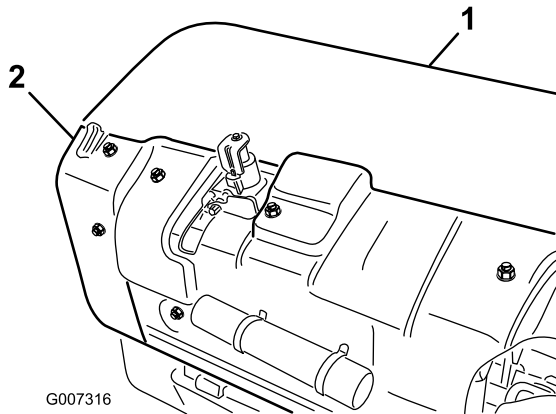

Figura 33
- A. Retire a cobertura da cabeça de perfuração traseira (Figura 33).
- B. Retire as porcas de montagem da proteção da polia e retire a proteção (Figura 33).